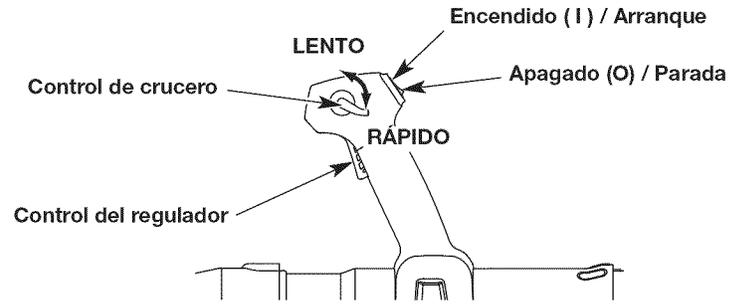

Fig. 7
**NOTA:** No hay necesidad de encender la unidad. El interruptor de Encendido/Apagado debe estar en la posición ENCENDIDO (I) en todo momento (Fig. 7).
4. Mueva el control de crucero a la posición LENTO (Fig. 7).
**NOTA:** Mantenga el control de crucero en posición LENTO y **NO** presione el control del acelerador hasta el paso 9 (Fig. 7).
6. **NO** apriete el control del acelerador (Fig. 7). Agáchese en la posición de arranque (Fig. 9).
9. Apriete y mantenga oprimido el control del acelerador o mueva el control de crucero a la posición RÁPIDO (Fig. 7). Deje que el motor se caliente durante 30 a 60 segundos.
2. Oprima y no suelte el interruptor de control de Encendido y Apagado en la posición APAGADO (O) hasta que el motor se detenga por completo (Fig. 7).
**NOTA:** Mantenga el control de crucero en posición LENTO y **NO** presione el control del acelerador hasta el paso 11 (Fig. 7).
11. Apriete y mantenga oprimido el control del acelerador o mueva el control de crucero a la posición RÁPIDO (Fig. 7). Deje que el motor se caliente durante 30 a 60 segundos.
- Utilice el control de cruce para facilitar el funcionamiento continuo (Fig. 7).